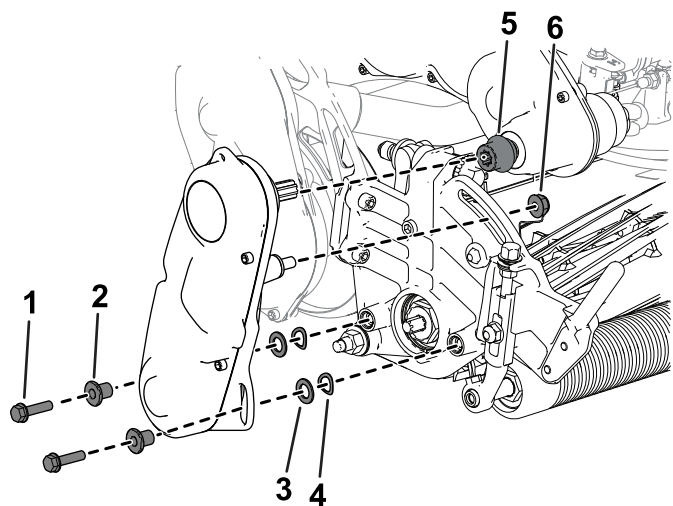

Figura 47
6. Utilizzate le viti a esagono incassato, le rondelle e i distanziali rimossi precedentemente per fissare il gruppo trasmissione del cilindro alla piastra laterale dell'apparato di taglio (Figura 47).
Accertatevi che l'albero di trasmissione del gruppo trasmissione del cilindro sia installato sul giunto tra albero di trasmissione e trasmissione (Figura 47).